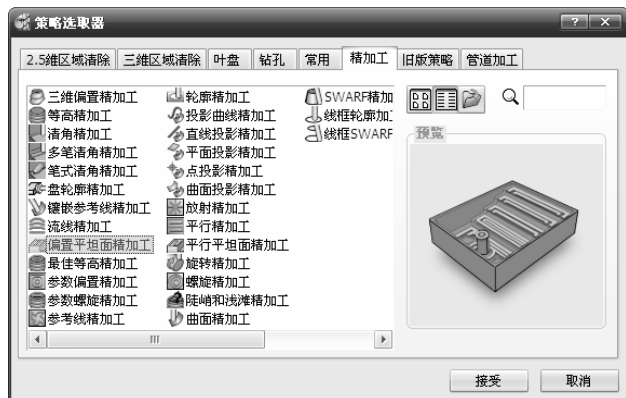

图 5-61 “策略选取器”对话框
1) 单击主工具栏上的“刀具路径策略”按钮, 弹出“策略选取器”对话框, 单击“精加工”选项卡, 在弹出的精加工策略选项中选择“偏置平坦面精加工”加工策略, 如图 5-61 所示。单击“接受”按钮完成。